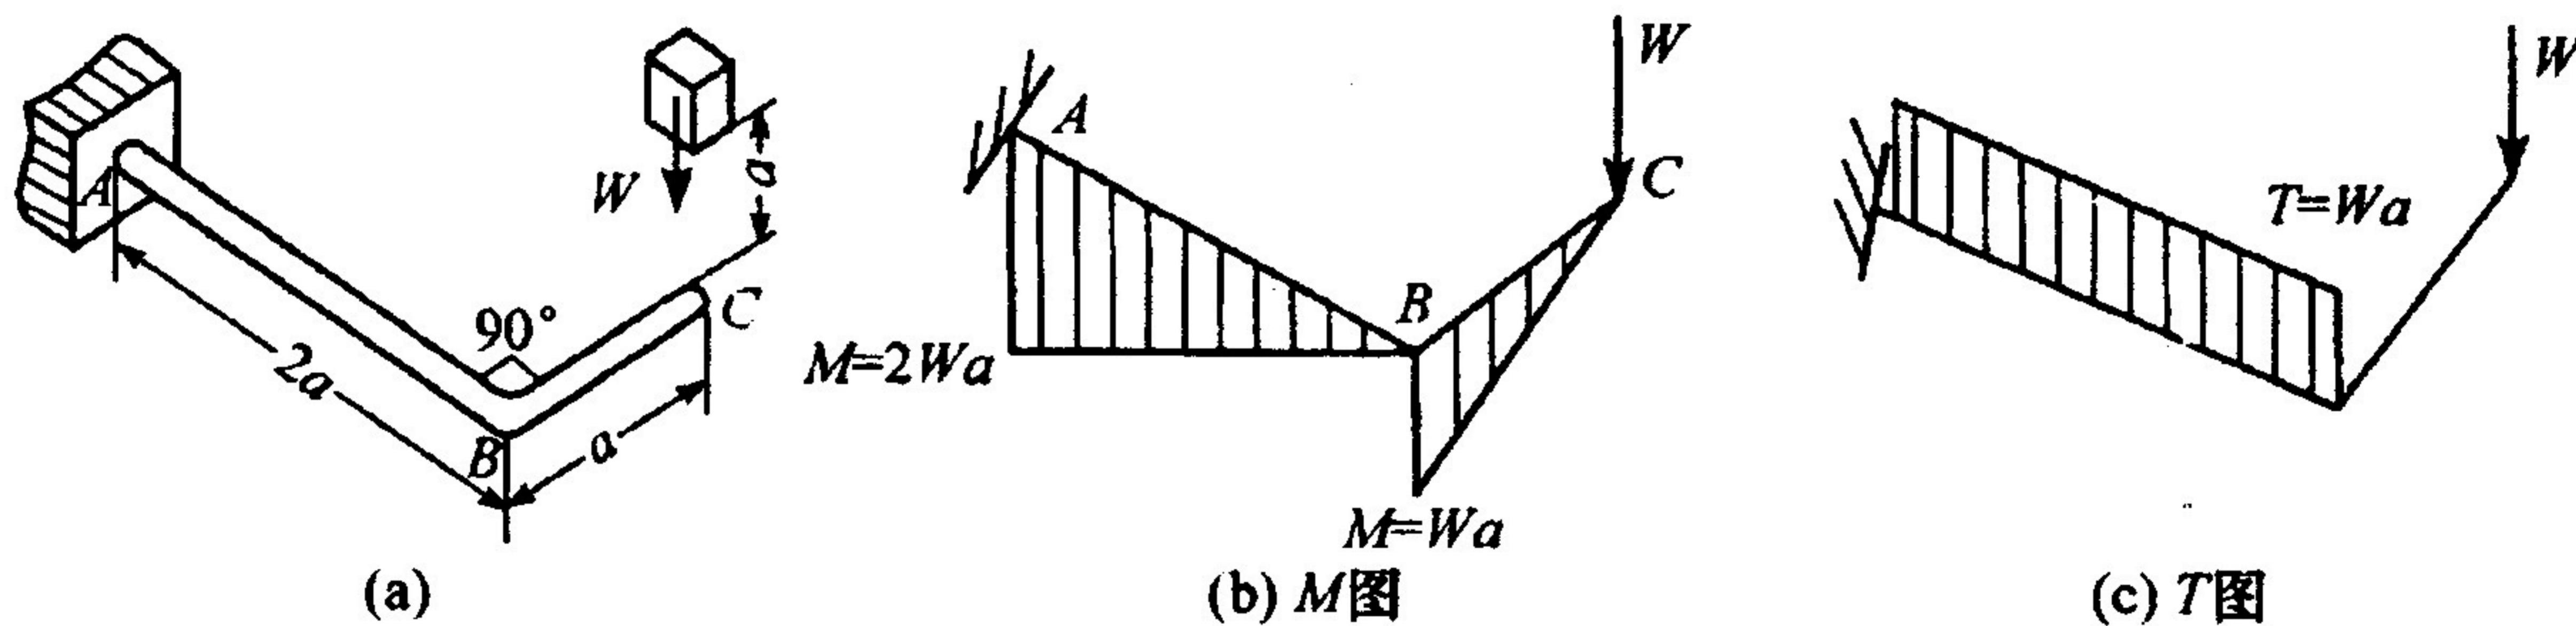

图 4.3
**点评** ①熟知圆轴受扭时如果截取单元体为纯剪切应力状态，在纯剪切条件下的单元体是二向应力状态，且  $\sigma_1 = \tau, \sigma_3 = -\tau, \sigma_2 = 0$ 。②正应力或主应力表示的广义胡克定律应熟记，一般应力状态，一定要应用广义胡克定律。
4.3 图 4.3(a) 所示圆截面折杆，横截面直径均为  $d$ ，A 端固定，在折杆平面的竖直上方自高度为  $a$  处有一重量为  $W$  的重物自由下落到 C 点。材料的弹性模量为  $E$ ，切变模量  $G = 0.4E$ 。（20 分）
(1) 求冲击点静位移  $\Delta_{C,st}$ 。直拐选用图乘法，将  $W$  作用于 C 点，作内力图如图 4.3(b) 所示，同时令  $\bar{W}=1$ ，得单位力图  $\bar{M}, \bar{T}$ 。内力图同单位力图相乘得